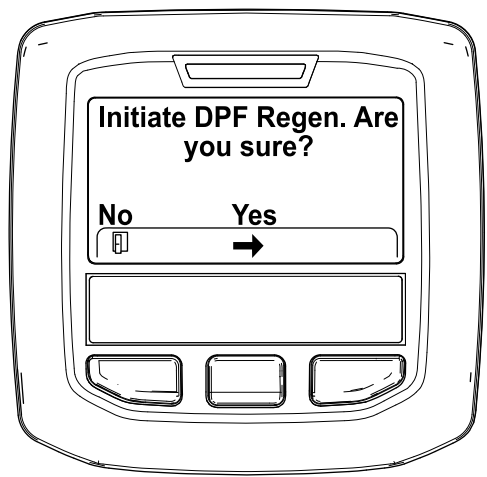

Figura 35
- Cuando aparezca el mensaje "Iniciar regeneración del FPD. Are you sure?" (¿Desea iniciar el proceso de restauración del FPD?), presione el botón central (Figura 35).